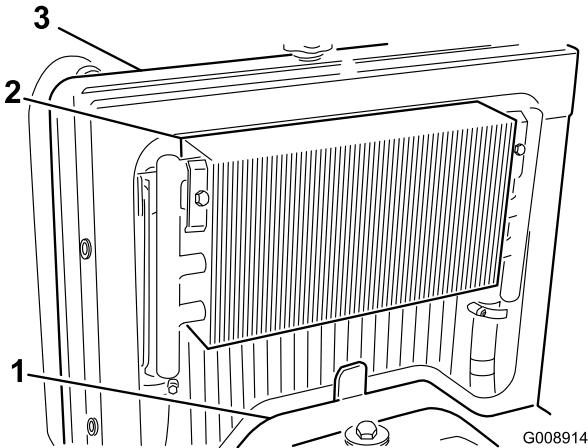

Figura 66
3. Togliete il pannello di accesso (Figura 66).